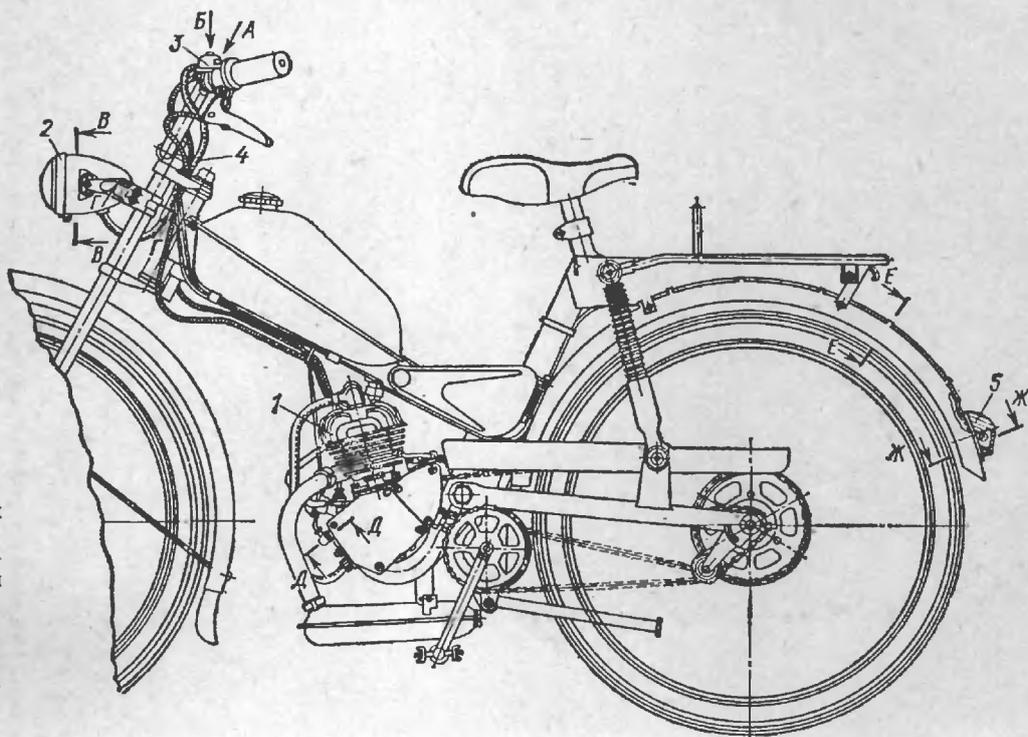
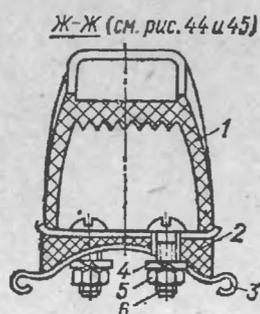
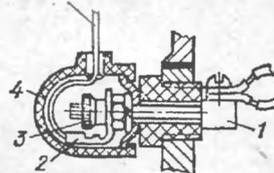

Рис. 44. Монтаж электрооборудования на легкие мопеды МП-045 и «Рига-5»:
Рис. 52. Установка заднего фонаря:
Рис. 56. Соединение электропроводки с двигателем:
2. Двигатель Д6 как силовой агрегат, но с приложенным комплектом электрооборудования для замены установленного на мотовелосипеде двигателя Д4 и Д5. Комплекты электрооборудования также разные: для легких мопедов типа МП-045, «Рига-5» и других, имеющих переднюю телескопическую вилку, нужен комплект электрооборудования с упаковочным листом № 1, имеющий правый и левый кронштейны для крепления передней фары, устанавливающиеся на перьях передней вилки — рис. 44, 48, а также 49.
1-5 — см. на рис. 44
1. Снять заднее колесо и задний фонарь мотовелосипеда. На заднем щитке мотовелосипеда в месте установки заднего фонаря ФП-226 (рис. 44, 45) просверлить через отверстия в прокладке заднего фонаря ФП-226 три отверстия $\varnothing 5,2-5,5$ мм (рис. 52) и одно отверстие по оси заднего щитка $\varnothing 5,2-5,5$ мм на расстоянии 25 мм от верхних отверстий, просверленных ранее. Кроме того, на заднем щитке просверлить пять отверстий под шпильки крепления проводов (рис. 44, 45).
Д-Д (см. рис. 44 и 45)
Провод *H4* (зеленого цвета) протянуть по раме, закрепив его хомутами, имеющимися в комплекте (рис. 44, 45). С выводного винта магнето (рис. 56) снять резиновый колпачок 4 и гайку с накаткой 3. Через отверстие в колпачке продеть конец провода *H4*. Для облегчения прохода слегка согнуть наконечник провода. Выправить наконечник, надеть его на выводной винт, закрепить гайкой и надеть резиновый колпачок на тарельчатую шайбу. Для правильного освещения дороги фару мотовелосипеда установить так, чтобы ось пучка света была отклонена от горизонтали вниз на 150 мм на расстояние 8 м.